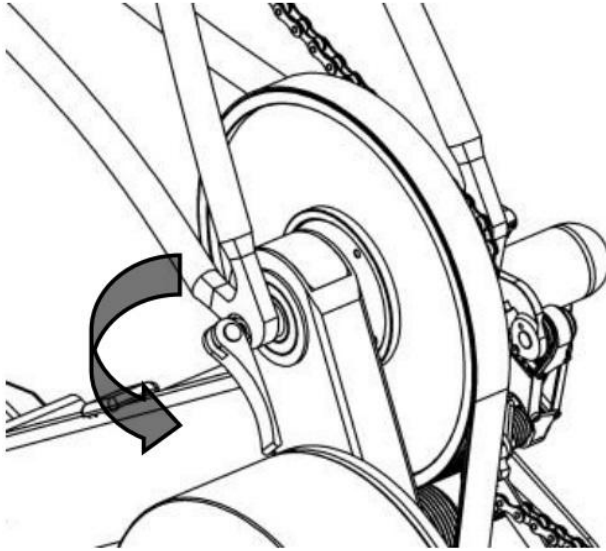

FIG 16
- Certifique-se que o passo anterior foi realizado corretamente deixando a blocagem sem nenhum aperto (FIG 16).